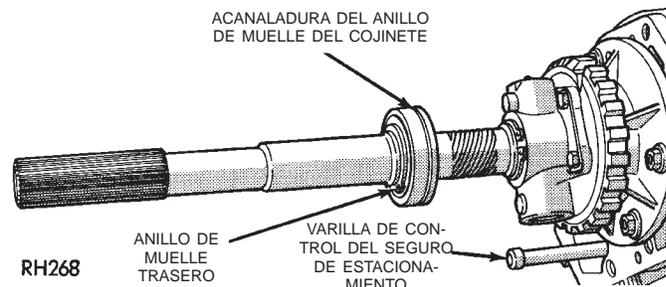

Fig. 30 Cojinete trasero del eje transmisor —Típico
- (1) Retire el retenedor de cojinete trasero.
- (2) Retire el anillo de muelle que retiene el cojinete trasero en el eje transmisor (Fig. 30).
- (3) Retire el cojinete del eje transmisor.
(2) Instale el anillo de muelle que retiene el cojinete trasero (Fig. 30).
(3) Instale el retenedor de cojinete trasero.